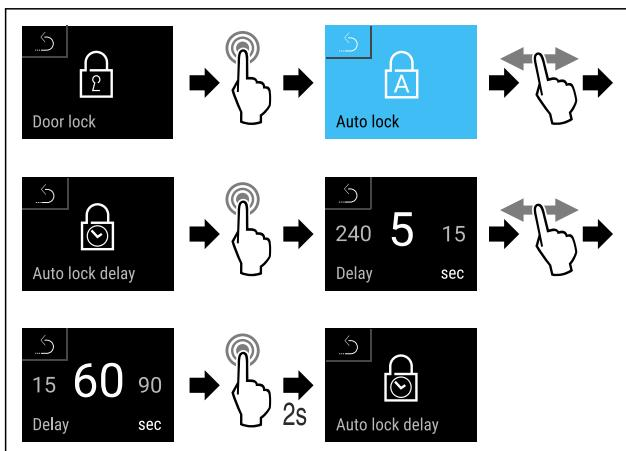

Fig. 82 Se pueden ajustar los siguientes valores: 5, 15, 60, 90, 120, 180 y 240 segundos
- Seguir los pasos de procedimiento (consulte Fig. 82) .